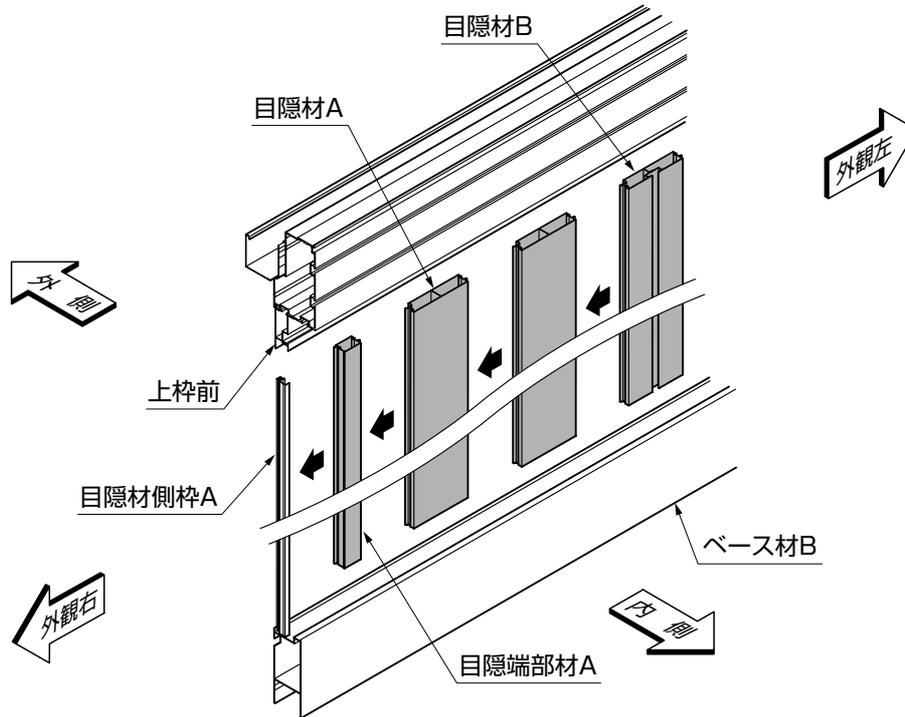

図5-1
①目隠端部材Aを目隠材側枠Aにはめてください。(図5-1参照)
②目隠端部材Aに目隠材A、目隠材Bをはめてください。(図5-1参照)